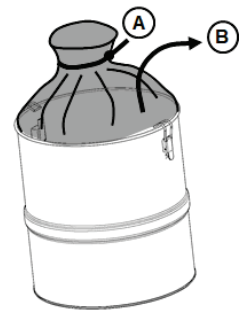
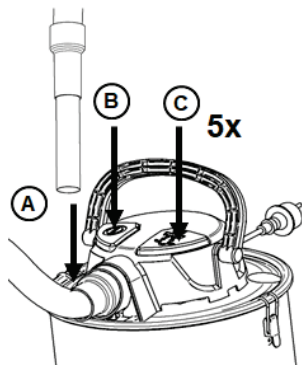

Fig. 8
Fig. 9
L'aspirateur est équipé d'un dispositif intégré de nettoyage de filtre. Les poussières fines ainsi que la cendre peuvent facilement obstruer le filtre. Pour nettoyer le filtre et rétablir la puissance d'aspiration, procédez comme décrit sur la Fig. 9. Enfichez la buse dans le support (A) pour bloquer l'aspiration. Allumez l'appareil (B). Attendez quelques secondes, jusqu'à ce que le moteur ait atteint sa pleine vitesse et que la dépression soit au maximum. Pressez 5 fois la touche de nettoyage de filtre (C).
La puissance d'aspiration est réduite :	<ul style="list-style-type: none"> - Le collecteur est éventuellement plein et doit être vidé. Voir Fig . 8 - Le tuyau et la buse sont éventuellement obstrués et doivent être nettoyés. - L'un des composants susmentionnés est éventuellement endommagé et doit être remplacé. - Le filtre est éventuellement obstrué. Utilisez le dispositif de nettoyage de filtre (voir Fig. 9) pour nettoyer le filtre. - Remplacez le filtre ou assurez-vous que le filtre est installé correctement. - Le raccord à tuyau est lâche et doit être serré.